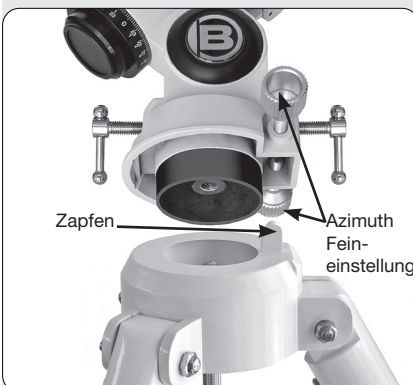

Abb. 5: Aufsetzen der Montierung auf das Stativ
4. Befestigung der Montierung am Stativkopf. Setzen Sie die Montierung auf den Stativkopf. Dabei muss der überstehende Zapfen am Stativ zwischen die Azimut-Feststellschrauben gesteckt werden (Abb. 5). Schrauben Sie deshalb vorher die Azimutschrauben weit genug auf, damit der überstehende Zapfen hinein passt. Setzen Sie die Montierung so auf den Stativkopf auf, dass der hervorstehende Zylinder an der Unterseite der Montierung in das Loch in der Mitte der Stativbasis passt und befestigen Sie es mit Hilfe der Zentralschraube. Ziehen Sie die Schraube handfest an.